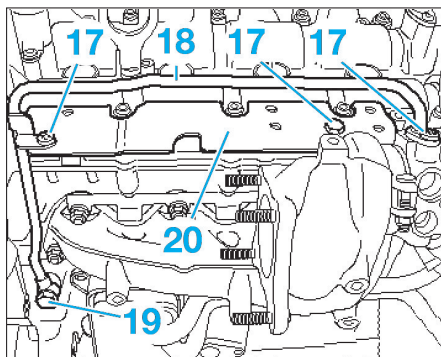
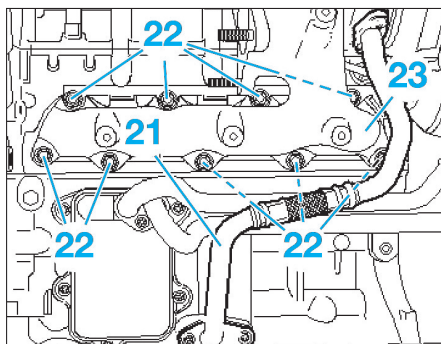

Fig. 56
Fig. 57
- les vis de fixation (17) du tuyau d'arrivée d'huile (18) (Fig.56),
- la vis creuse (19),
- le tuyau d'arrivée d'huile (18),
- le support (20)
- Déposer le tuyau de retour d'huile (21) (Fig.57).
- Déposer les écrous (22) de fixation et déposer l'ensemble collecteur d'échappement/turbocompresseur (23).